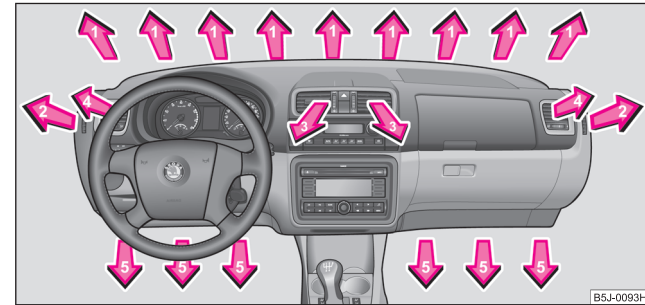

Abb. 87 Luftaustrittsdüsen
- Stellen Sie die Luftaustrittsdüsen **3** und **4** so, dass der Luftstrom leicht nach oben gerichtet ist ⇒ Seite 87, Abb. 87.
- Stellen Sie die Luftaustrittsdüsen **3** und **4** ⇒ Seite 87, Abb. 87 so, dass der Luftstrom leicht nach oben gerichtet ist.
Sie können die Luftverteilung zu den Luftaustrittsdüsen über die Tasten des Bedienteils der Climatronic regeln ⇒ Seite 85. Die Luftaustrittsdüsen **3** und **4** ⇒ Abb. 87 können einzeln geschlossen und geöffnet werden. ■